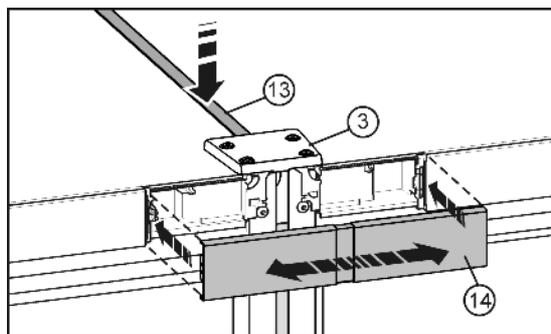

Fig. 10
- u Sur la face supérieure, pousser la baguette courte Fig. 10 (13) dans la fente. La baguette doit affleurer sur la face avant avec la plaque de jonction Fig. 10 (3).
- u Faire encliquer le cache Fig. 10 (14) sur l'espace encore ouvert des deux caches du panneau de commande. Veiller à ce que les parois extérieures du cache affleurent avec les caches du panneau de commande. A cet effet, le cache est télescopique.